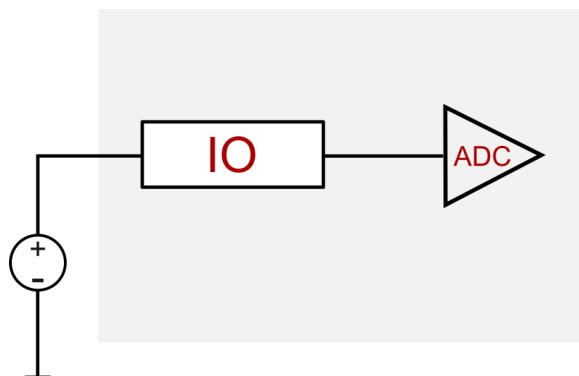

Рис. 10. Измерение напряжения.
1. **Режим измерения напряжения** (задан по умолчанию), функциональная схема дана на Рис. 10. В этом режиме вы можете измерять уровень напряжения подключенных ко входам устройств (батарей, аккумуляторов и других источников питания).